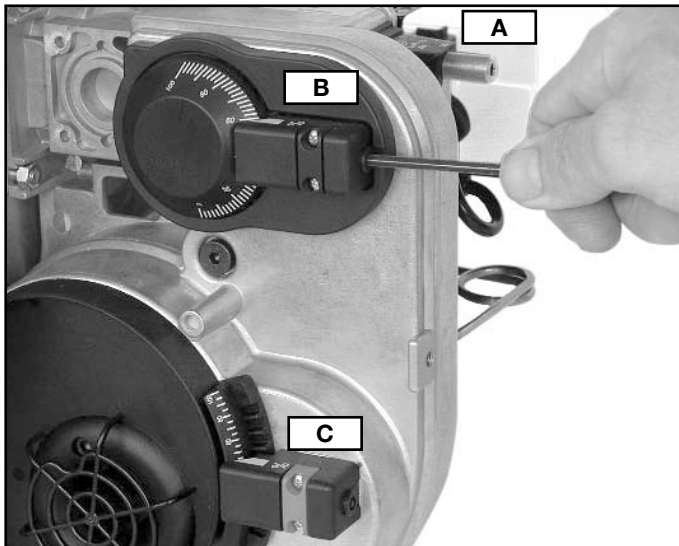

Abbildung 16 / Figure 16
– Durch drehen der Stellschraube nach rechts wird der Gebläse-Druck erhöht, der CO₂-Gehalt der Abgase steigt (siehe Abb. 16).
– Durch drehen der Stellschraube nach links wird der CO₂-Gehalt der Abgase erhöht und der Gebläse-Druck gesenkt (siehe Abb. 16).
- By turning the adjusting screw to the right the blast pressure increases, the CO₂ content of the exhaust gas rises (see fig. 16).
- By turning the drive shaft to the right, the airflow rate increases CO₂ content of the exhaust gas rises and the fan pressure decreases (see fig. 16).
- En tournant la vis de réglage vers la droite, la teneur en CO₂ des gaz brûlés est augmentée et la pression de la soufflerie augmente (cf. fig.16).
- En tournant l'arbre d'étranglement vers la gauche, la teneur en CO₂ des gaz brûlés est augmentée et la pression de la soufflerie baisse.(cf. fig.16)